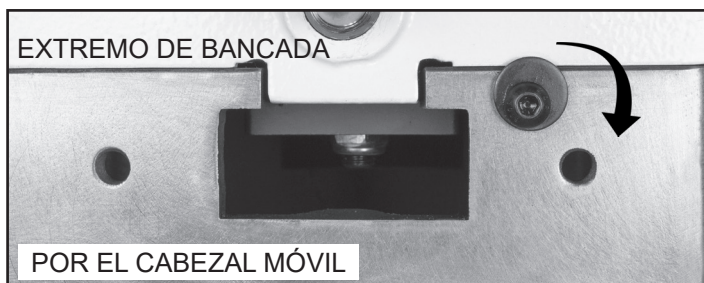

FIG. 5
- En el extremo derecho de la Bancada, con una llave hexagonal de 5mm, afloje el Perno para que la Arandela de tope acodada se pivotea debajo de la superficie de la bancada. Fig. 5.